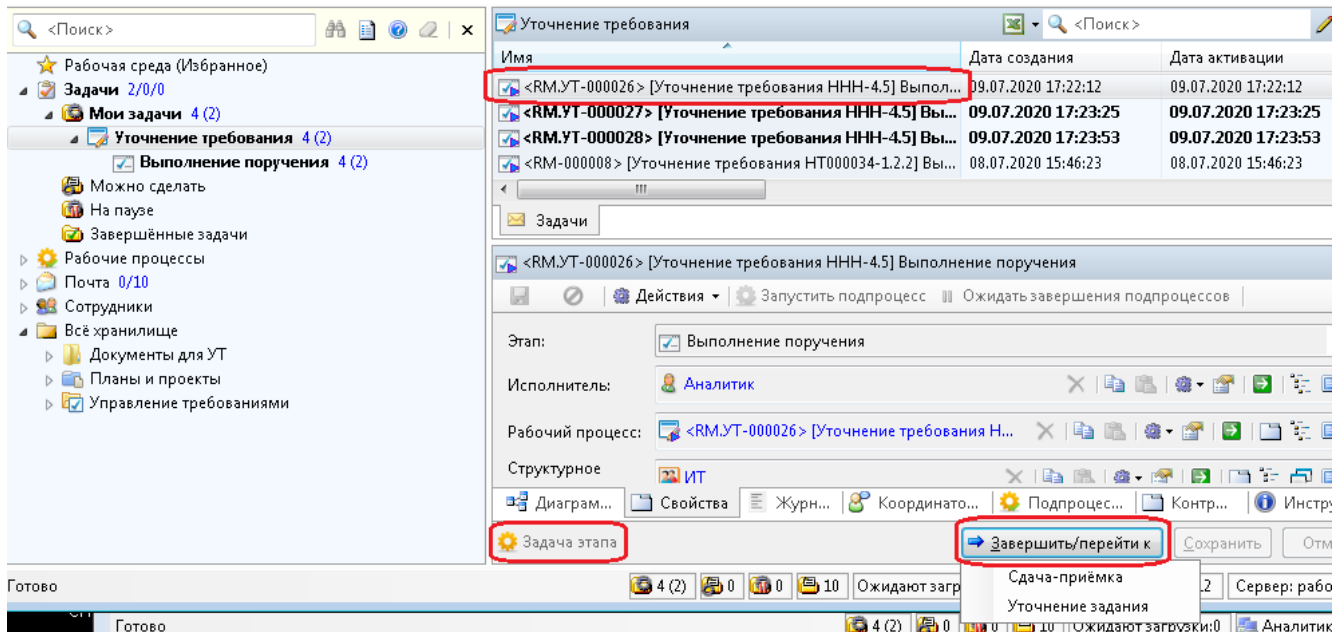

Рисунок 77 — Внесение изменений свойств требования
- вернуться к задаче «Уточнение требования» (Рисунок 77);